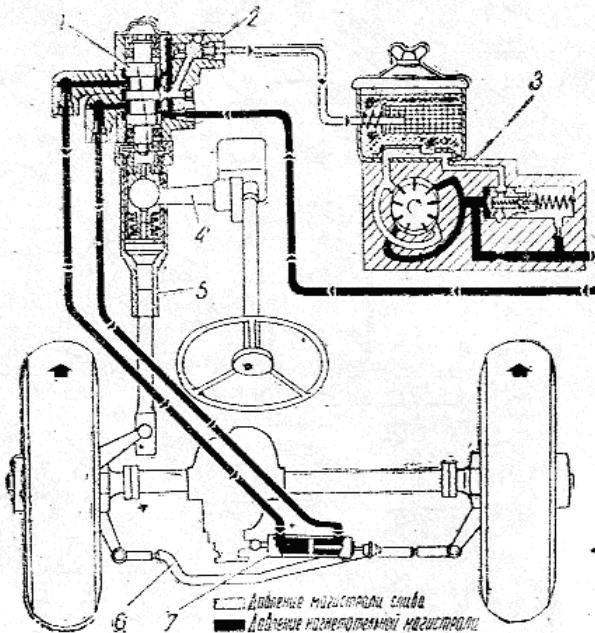

Рис. 44. Схема работы гидроусилителя рулевого привода. Движение по прямой:
**Насос 3** (рис. 44) подает масло под давлением к клапану управления 2, который жестко закреплен на продольной тяге 5 ру-